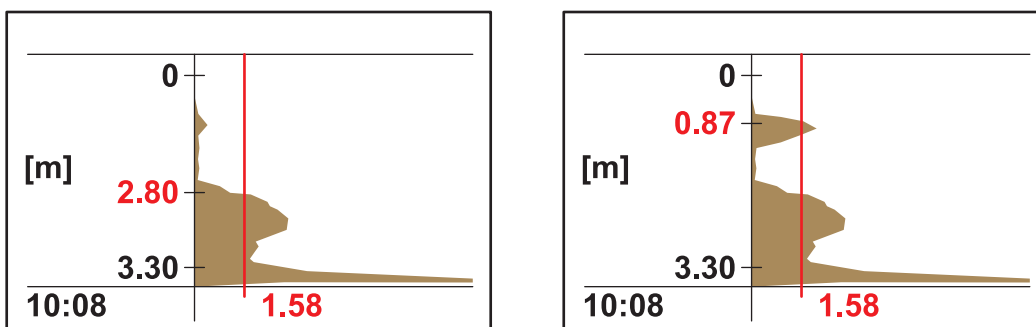

図 9 測定場所の決定
- ・ [PROFILE LIST ( プロファイルリスト )] で、障害となる反射の深さの位置に測定値に影響を与える増加した値がある場合は、別の測定場所を選択する必要があります。プローブを数ミリメートル動かすだけで十分な場合もあります ( 図 9 の右側を参照 )。
- ・ 反射が測定値の障害とならない場合、そのポイントは測定場所に適しています ( 図 9 の左側を参照 )。